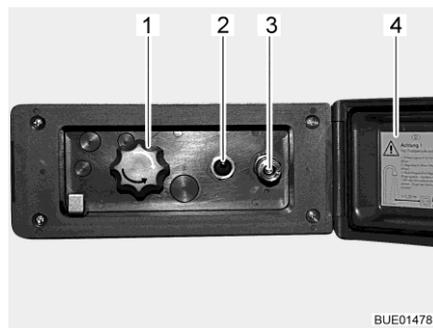

Fig. 107 Raccordo doccia esterno
- Sganciare ed aprire il coperchio (Fig. 107,4).
- Collegare il tubo flessibile della doccia esterna alla chiusura rapida (Fig. 107,3).
- Accendere la pompa dell'acqua con l'interruttore (Fig. 107,2).
- Regolare la temperatura dell'acqua ai gradi desiderati mediante la manopola (Fig. 107,1).
- Spegnerne la pompa dell'acqua con l'interruttore (Fig. 107,2).
- Chiudere il coperchio (Fig. 107,4) e bloccarlo con la chiave.
- Ruotare la manopola (Fig. 107,1) sulla posizione centrale.